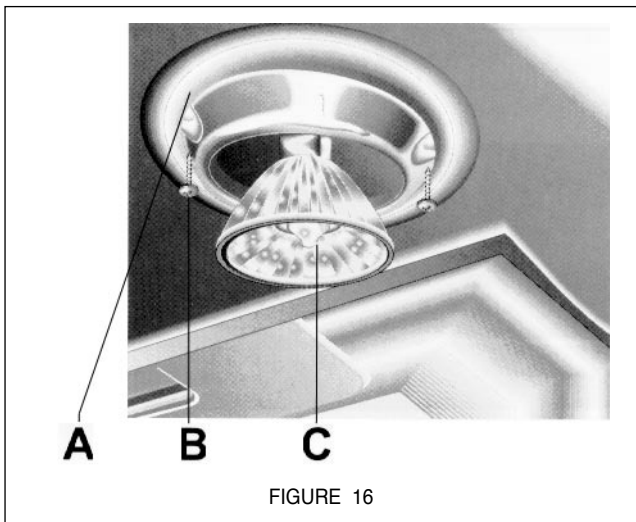

FIGURE 16
Before attempting to replace the lamps, make sure that the light switch is turned off. To replace the lamp, the bezel (A) around the lamp (C) must be removed as indicated in **FIGURE 16**. This bezel (A) is held in place by two screws (B). Remove the two screws and the bezel. Then remove the lamp and replace with a new lamp. Once the new lamp is in place, reinstall the bezel.
Avant d'essayer de remplacer les ampoules, s'assurer que l'interrupteur soit hors circuit. Pour remplacer l'ampoule, la bague (A) autour de l'ampoule (C) doit être retirée, tel qu'il est indiqué à la **FIGURE 16**. La bague (A) est fixée par deux vis (B). Retirer les deux vis et la bague, puis retirer l'ampoule et la remplacer par une nouvelle ampoule. Dès que l'ampoule est en place, replacer la bague.